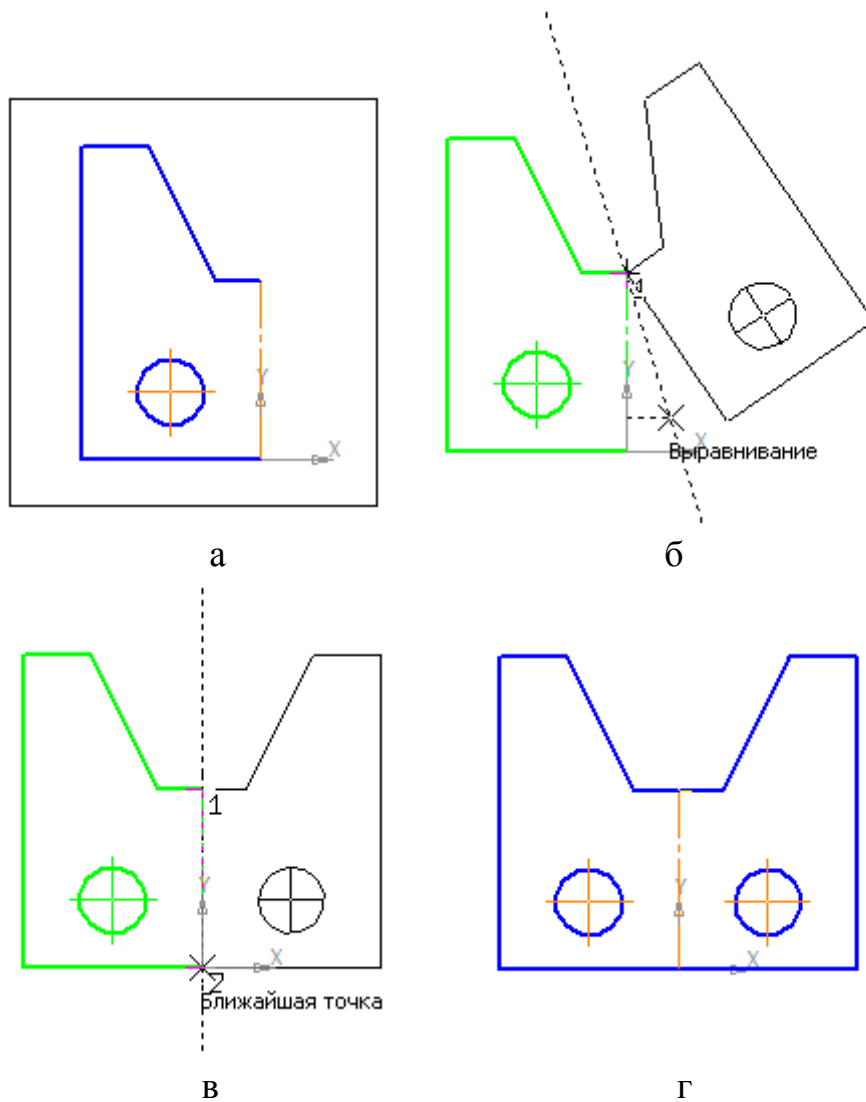

Рис. 3. Построение второй половины детали
- для построения полного изображения детали на **Компактной** панели выберите кнопку переключения  – **Выделение**, команда  – **Выделить рамкой**. Обведите рамкой построенное изображение (рис. 3, а). Выделенный объект изменит цвет;
- укажите первую точку на оси симметрии (рис. 3, б);
- укажите вторую точку на оси симметрии (рис. 3, в);
- снимите выделение щелчком ЛКМ по экрану (рис. 3, г).